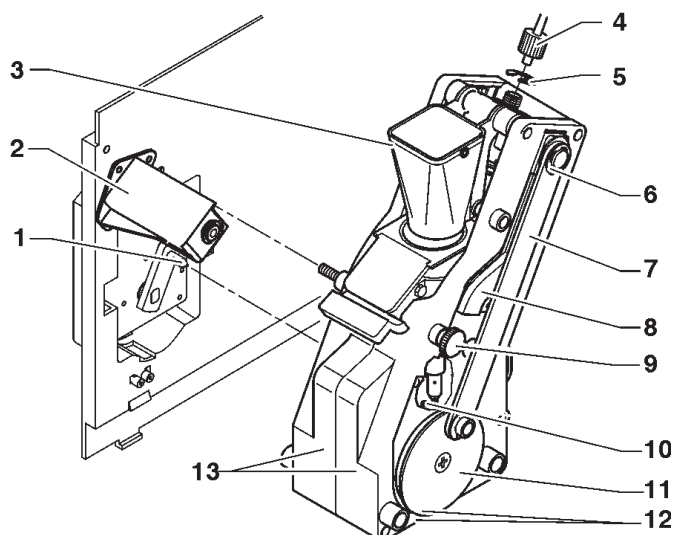

Fig. 24
- Desconectar del pistón superior el tubo de teflón de conexión con la caldera, restando atención a no perder la guarnición (véase la fig. 24);
Antes de fijar el grupo al distribuidor verificar que las marcas de referencia del disco externo y de la semicáscara coincidan (véase la fig. 24).